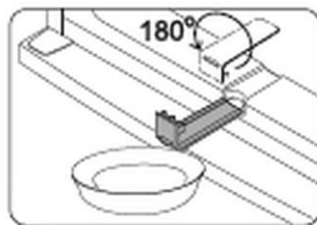

Fig. 7
1. Retirer la goulotte recueillant l'eau de condensation, la tourner de 180° et l'accrocher de nouveau (fig. 7).